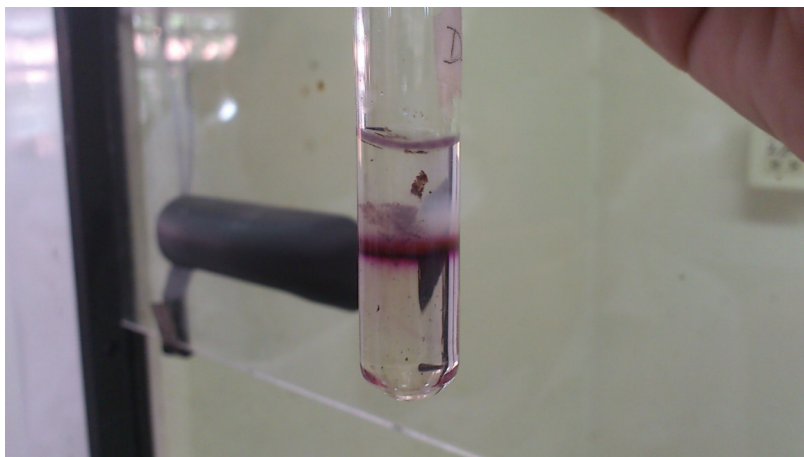
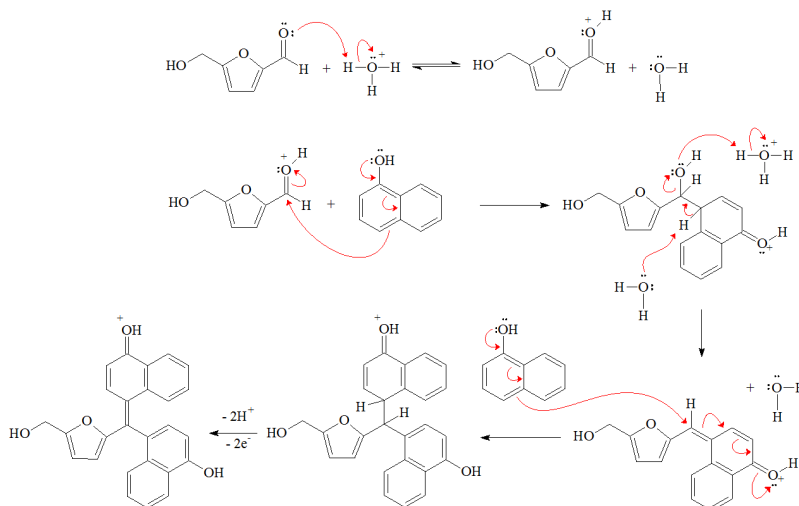

Figura 3 - Resultado do Teste de Molish.
Figura 4 - Mecanismo da reação de Molish.
1. Todas as substâncias testadas são carboidratos, logo todas darão teste de Molish positivo (Figura 3). Entretanto, o amido e a celulose são polissacarídeos, o que significa que antes de desidratarem eles necessitam romper as suas ligações glicosídicas. Após o rompimento eles dão o teste positivo normalmente, mas isso retarda um pouco o aparecimento do anel, sendo o teste mais lento para polissacarídeos. O mecanismo da reação é mostrado na Figura 4.